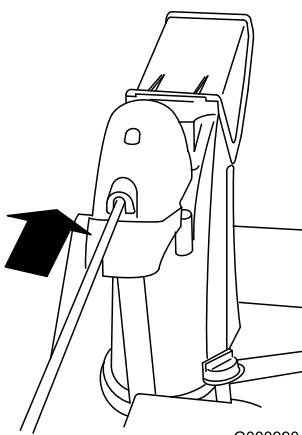

Figura 15
4. Inserite l'estremità anteriore dell'asta nell'apertura sul retro del coperchio ingranaggi del cammino di scarico, finché non s'inserisce negli ingranaggi (Figura 15).